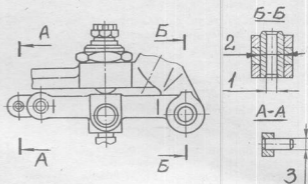

Рис. 13. Рычаг регулятора в сборе
10. Рычаг регулятора в сборе (Рис. 13)